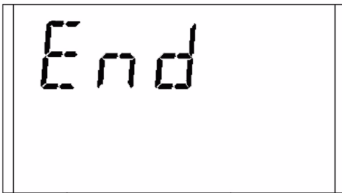

Fig. 12 Kalibratie afgerond
- Na stabilisering van de gaswaarde keert het display terug naar de normale status. Wanneer de kalibratie geslaagd is, wordt gedurende ca. 2 seconden END weergegeven [→ Afb. 12].